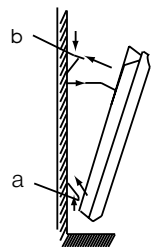

Fig. 5
- Vendosni kllapën në mur dhe fiksoni atë. Instaloni pajisjen në kllapa si më poshtë (Fig. 5).